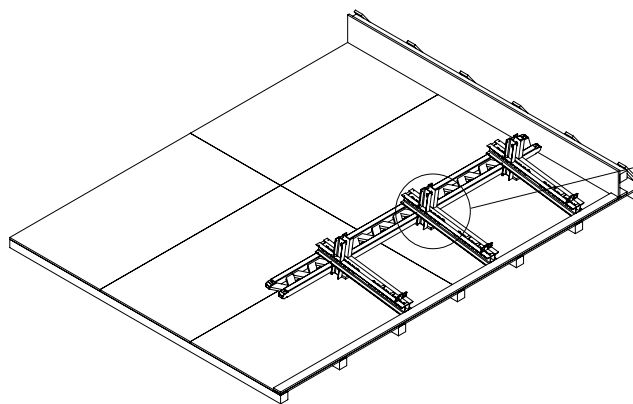

Fig. A2.02
2. Posizionare la trave GT 24, tenerla con i morsetti a vite e fissarla con le staffe a gancio HB. (Fig. A2.02)